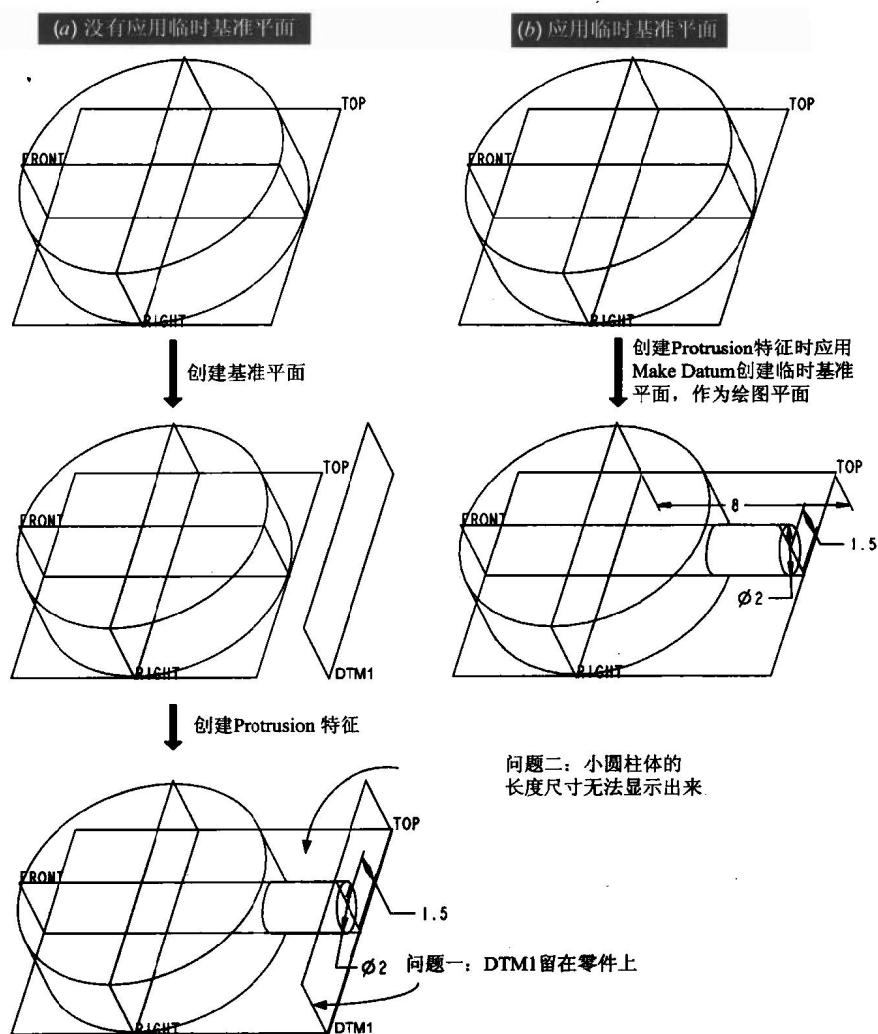

图 1.2
例如在图 1.2(a)，欲创建一个小圆柱体时，先创建了一个基准平面的特征，再利用此基准平面作为绘图平面来创建小圆柱体，则此方式将产生下列的问题：
- 多了一个基准平面(如图 1.2 左侧所示的 DTM1)。
- 以命令 **Modify**(修改)选取小圆柱体(即图中的 **Protrusion** 特征)，进行尺寸数值修改时，小圆柱体的长度尺寸 8 无法显现出来，这是因为小圆柱体的长度尺寸由基准平面(如图 1.2 左侧所示的 DTM1)所控制，而非由小圆柱体所控制。详细的零件创建过程参照笔者所著《Pro/ENGINEER 2001 零件设计基础篇(上)》第 6 章。
上述的两个问题都可通过“临时基准平面”所解决，如图 1.2(b)所示。